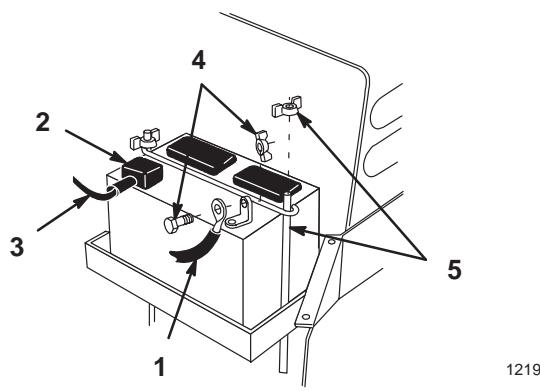

Abbildung 36
4. Das negative (schwarze) Massekabel von der Batterieklemme lösen (Abb. 36).
5. Die Gummiabdeckung am positiven (roten) Kabel hochheben. Das positive (rote) Kabel von der Batterieklemme lösen (Abb. 36).
6. Die Batteriehaltestangen entfernen (Abb. 36).
3. Das positive (rote) Kabel mit Schraube und Flügelmutter an der positiven (+) Batterieklemme anschließen (Abb. 36). Die Gummiabdeckung über die Batterieklemme schieben.
4. Mit Schraube und Flügelmutter das negative (schwarze) Kabel an der negativen (-) Batterieklemme befestigen (Abb. 36).